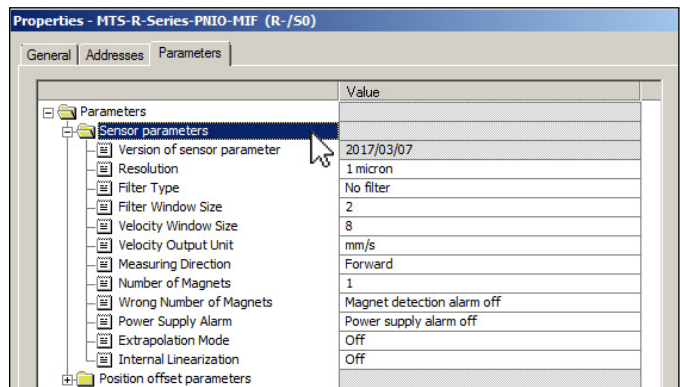

Abb. 66: Einstellung der Parameter der R-Serie V PROFINET mit MTS Profil
7. Es öffnet sich das Fenster „Domain management – Ethernet“. Stellen Sie in dem Reiter „Sync Domain“ unter „Send clock time“ die Zykluszeit ein, mit welcher die Positions- oder Geschwindigkeitswerte beim Sensor abgefragt werden. Beachten Sie dabei die Messzykluszeit des Sensors. Wird eine Abfragezykluszeit gewählt, die kleiner als die Messzykluszeit des Sensors ist, aktivieren Sie bei dem Sensor den Parameter „Extrapolation Mode“ (siehe Abb. 66 zur Einstellung der Parameter). Bestätigen Sie die Eingabe durch Klicken der Schaltfläche „OK“.